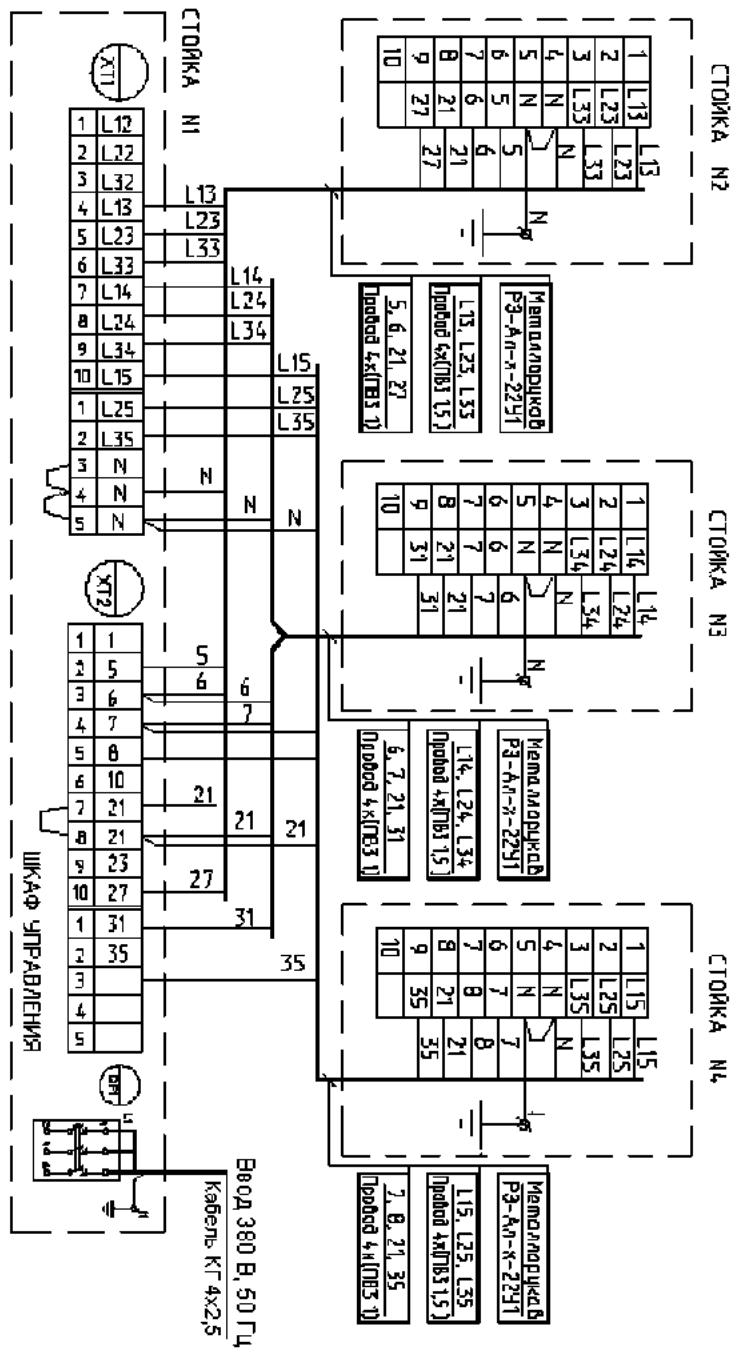

Рис. 4. Схема электрическая соединений подъемника ЛП15
4. Подключение стоек № 2, 3, 4 к шкафу аппаратному выполнить проводами марки ПВ3 по ГОСТ 6323-79, проложенными в металлорукаве марки РЗ-Ал-х-22У1 ТУ22-5570-83. Сечение токопроводящих жил проводов указаны на схеме соединений (см. Рис. 4).